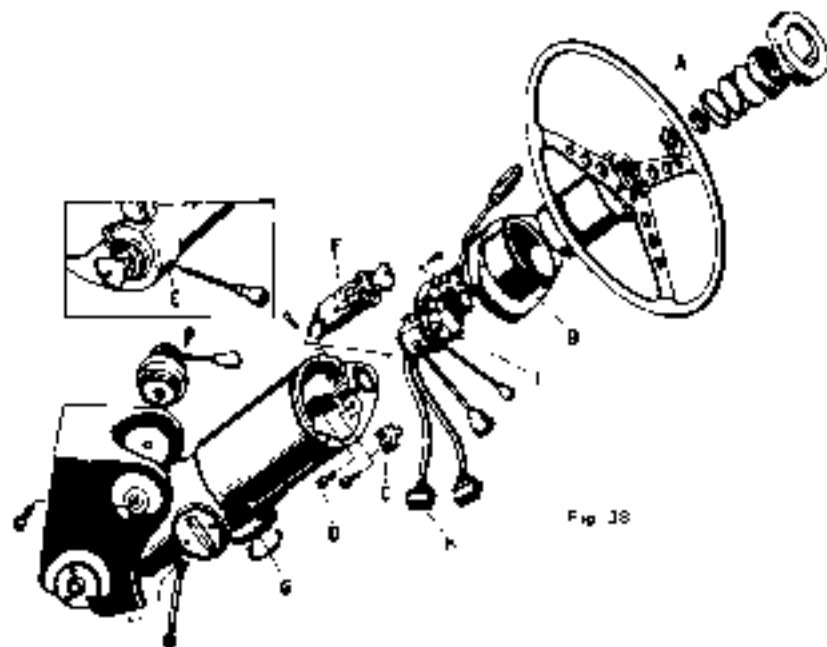

Fig. 38
N.B. - Prima di ogni ricarica del fluido è importante controllare, con un'asta di circa 3 mm di diametro e con compressore orizzontale, il livello dell'olio nel compressore che deve essere contenuto tra i 23 mm minimo e i 35 mm massimo (vedi fig. 38: tappo olio compressore).
N.B. - Prior to every Freon recharge it is important to check, by means of a dipstick of diameter 3 mm approximately and with horizontal compressor, the oil level in the compressor, which should be between a minimum of 21 mm and a maximum of 35 mm (see fig. 38: compressor oil level plug).
SOSTITUZIONE GRUPPO COMANDO LUCI (Fig. 38)